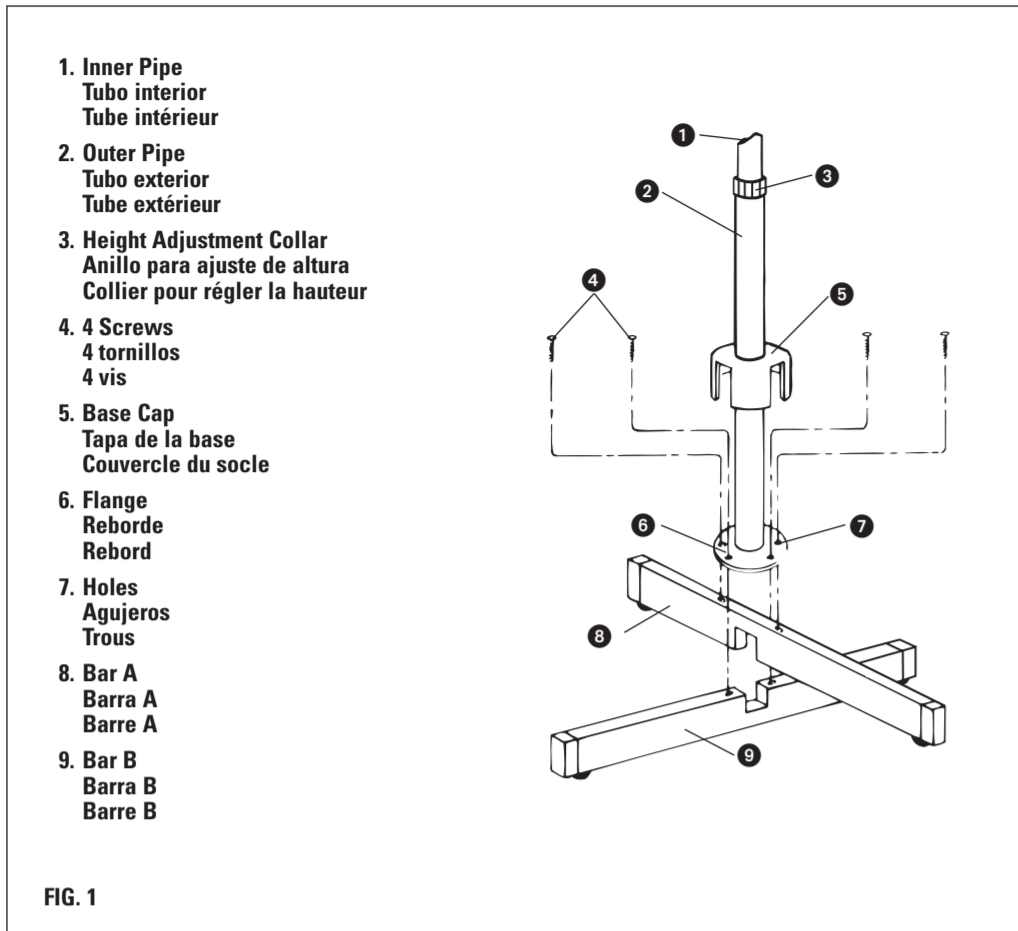

FIG. 1
1. Loosen and remove the four screws from bar A and bar B. Cross the 2 bars as shown in Fig. 1 and align the four holes with those on the flange. Secure the flange to the bars with the four screws. Slide the base cap down over the assembly.
1. Afloje y retire los cuatro tornillos de las barras A y B. Cruce las 2 barras como se muestra en Fig. 1 y alinee los cuatro agujeros con aquellos en el reborde. Asegure el reborde a las barras con los cuatro tornillos. Deslice hacia abajo la tapa de la base sobre lo ensamblado.
1. Dévisser et enlever les quatre vis de la barre A et de la barre B. Croiser les deux barres comme indiqué à la Figure 1 et aligner les quatre trous avec ceux du rebord. Attacher le rebord aux barres avec les quatre vis. Faire glisser le couvercle du socle sur l'ensemble.